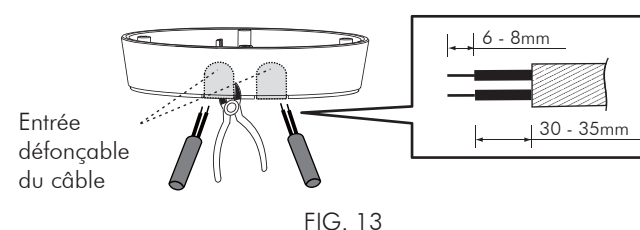

FIG. 13
- 3.4.3.2 Pour faire passer les câbles d'alimentation CA à travers le côté de boîte de jonction, veuillez utiliser les pinces à couper pour briser les entrées défonçables de câble situées sur le côté de la boîte de jonction et insérez ensuite les câbles dans la boîte de jonction et serrez-les en pour l'alimentation. Dénez la gaine du câble sur environ 6 - 8 mm pour effectuer le câblage électrique (Voir FIG.13).